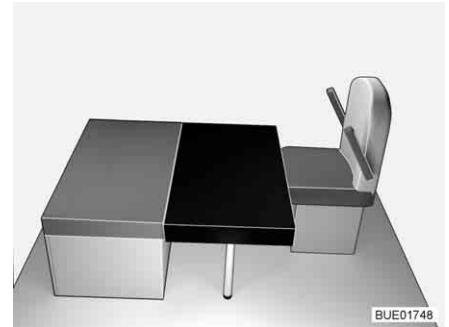

Bild 137 Efter ombyggnaden
- Lägg den rektangulära extra dynan på bordet (framför sittbänkens sittdyna, se Bild 137). Urklippet i den extra dynan ligger då vid den främre stödväggen.